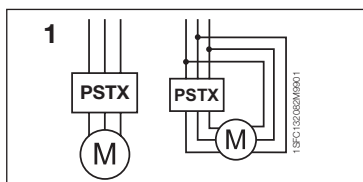

Figura 1: in linea, interno delta
2. Collegare il circuito principale: terminali 1L1 - 3L2 - 5L3 al lato linea e i terminali 2T1 - 4T2 - 6T3 al lato motore. Utilizzare un collegamento di cavi per PSTX30...105, vedere la Figura 1 nella grafica 7, e un collegamento di terminali per PSTX142...1250, vedere la Figura 2, nella grafica 7. Gli Avviatori graduali PSTX possono essere collegati sia in modalità "in linea" che in modalità "interno delta". Vedere la Figura 1.